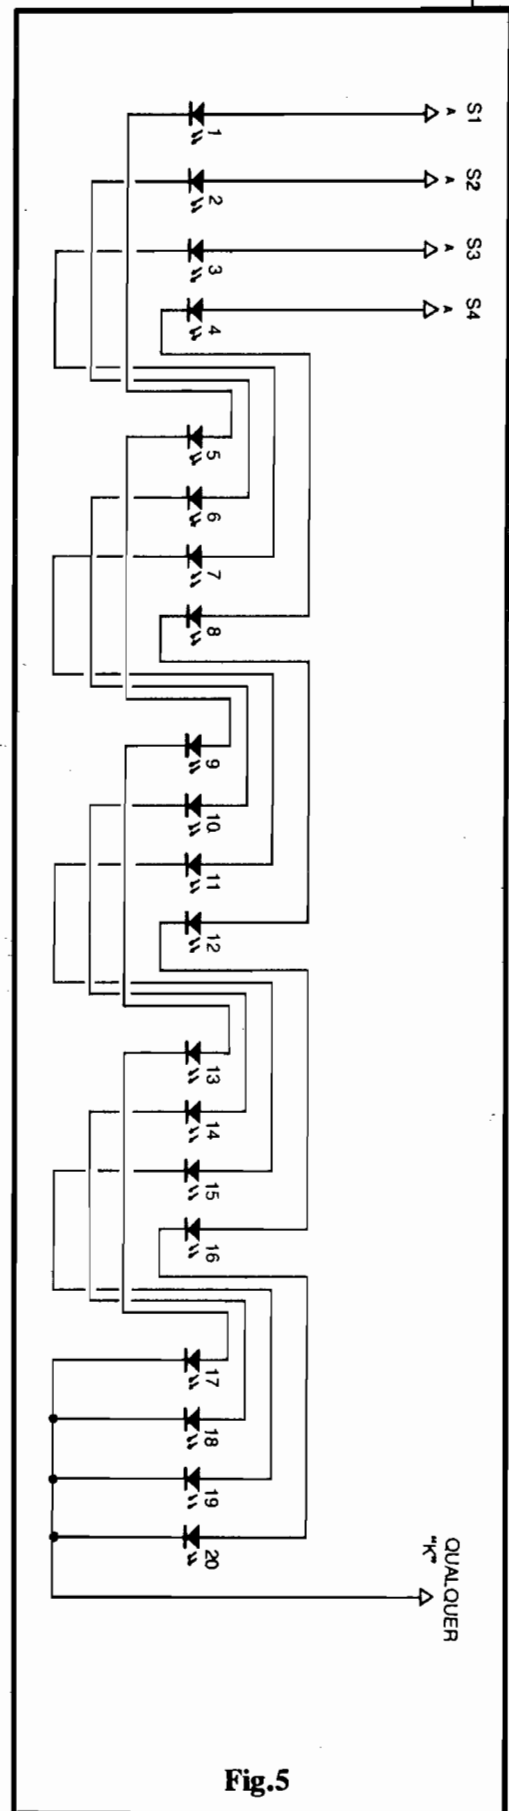

Fig.5
- FIG. 5 - A ORGANIZAÇÃO "FÍSICA" E ELÉTRICA DO DISPLAY DE 20 LEDs... - Num sequenciador luminoso desse gênero (como já sabem os "veteranos") ocorre, na verdade, um "truque" ótico que se aproveita da relativa lentidão com que nossos olhos "percebem" os movimentos (iluminações e "apagamentos" dos LEDs...) e também da forma como nosso cérebro raciocina sobre as informações a ele mandadas pelos olhos... Dessa forma, é fundamental que a ordem dos LEDs, dentro da qual pretendemos que se manifeste o sequenciamento, seja a numericamente indicada no diagrama (de 1 a 20). **Mesmo** que a organização final, física, dos LEDs no **display**, não seja na disposição "em linha", conforme sugerido, deve-se ter em mente a ordem numérica indicada... Observem que, na verdade, apenas os LEDs ligados a **uma** das quatro Saídas (S1-S2-S3-S4), a cada momento (e pela ordem...), estarão energizados... Dessa forma, quando S1 estiver ativa (obrigatoriamente S2-S3-S4 desativadas...) acendem unicamente os LEDs 1-5-9-13-17... No próximo passo do sequenciamento, com a ativação de S2 (forçosamente S1-S3-S4 desativadas...), acendem apenas os LEDs 2-6-10-14-18, e assim por diante... Nossos olhos (e nosso cérebro...) têm, então, a nítida "impressão" que o conjunto, na sua manifestação luminosa, promove um movimento no sentido do LED 1 para o LED 20, ininterrupto, uniforme, como